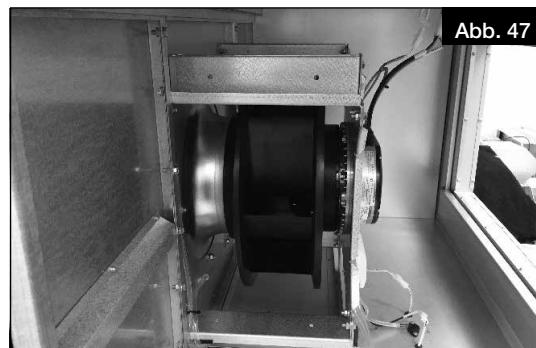

Abb. 47
1. Netzstecker am Ventilator ausstecken (s. Abb. 47).